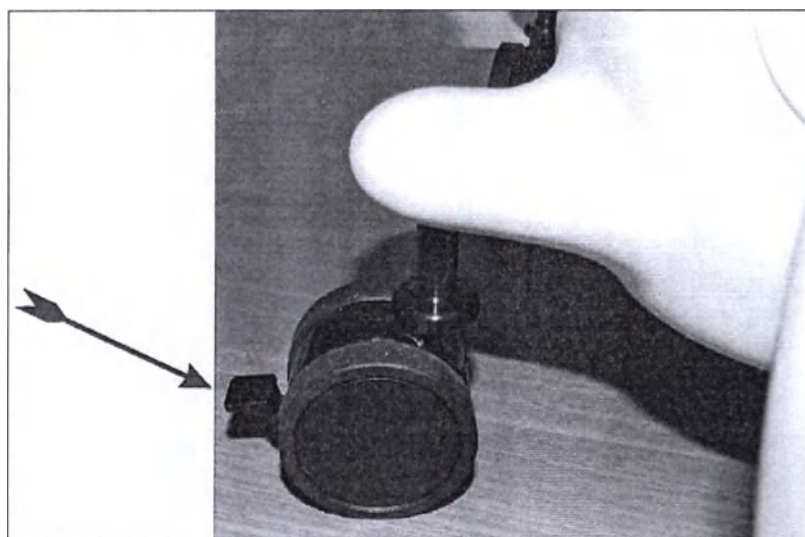

Рисунок 7.6: Тормозной рычаг колеса
6. Подкатите аппарат к предполагаемому месторасположению в клинике и заблокируйте тормозные рычаги на всех четырёх колёсах (см. Рисунок 7.6).